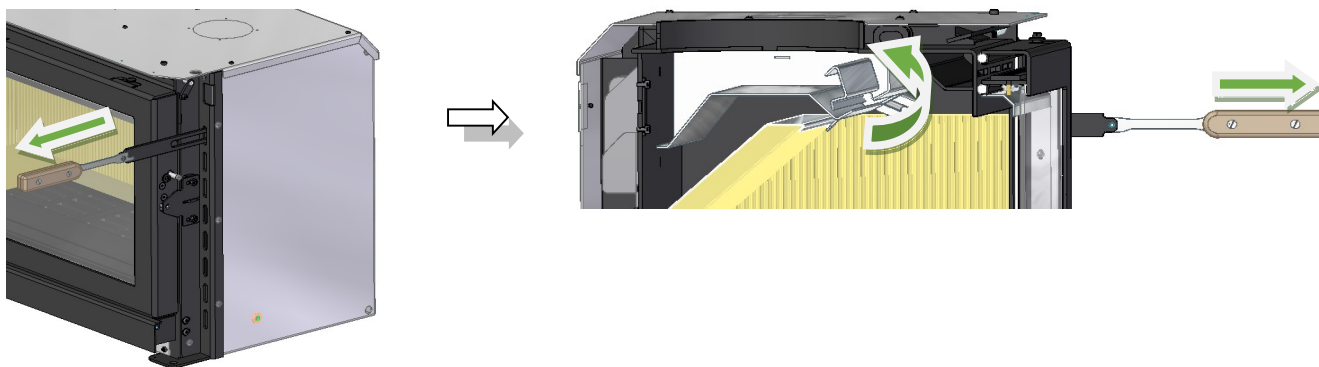
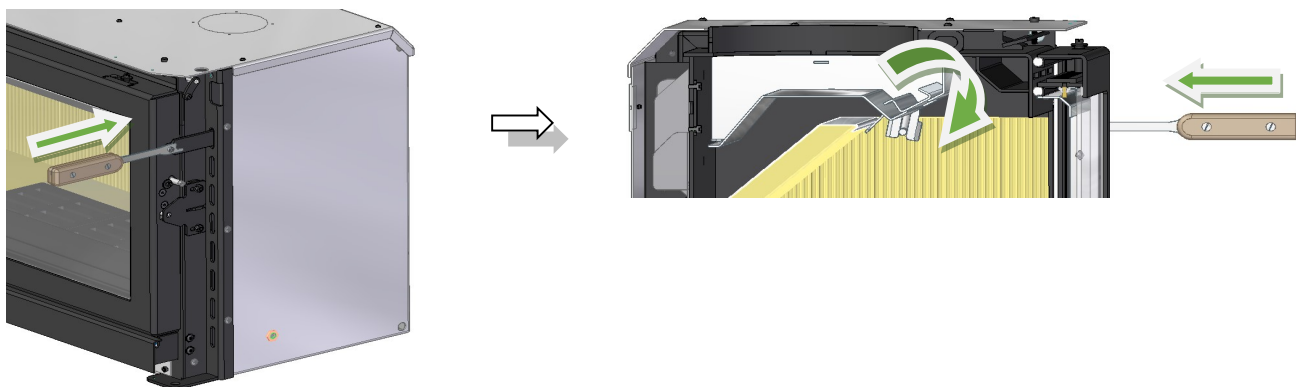

Figura 30 – Apertura de la tapa de humos
Figura 31 – Cierre de la tapa de humos
Controla el paso/salida del humo al abrir la puerta, es decir, cuando el aparato está en funcionamiento y quiere rellenarlo con más leña, antes de abrir la puerta, tire del tirador hacia usted. Esto permitirá un mayor y más fácil paso de los humos a través del cuello de la chimenea, evitando el retorno de los humos de la unidad a la sala circundante, ver Figura 30 y Figura 31.
4. Abra el control de entrada de aire de combustión primario, deje la puerta entreabierta para que el encendido sea más rápido y abra la tapa de humos, véase la Figura 30;